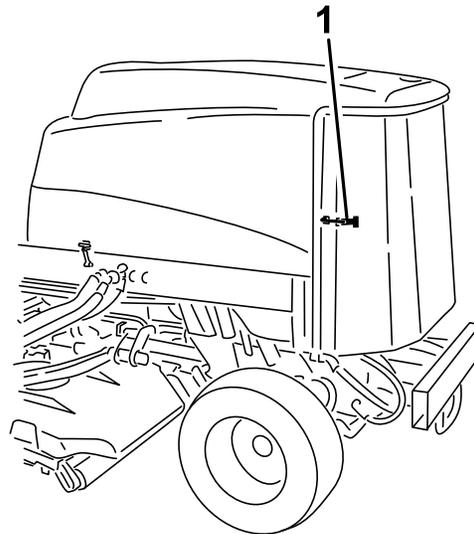

Figura 112
2. Destranque e abra o painel traseiro (Figura 112).